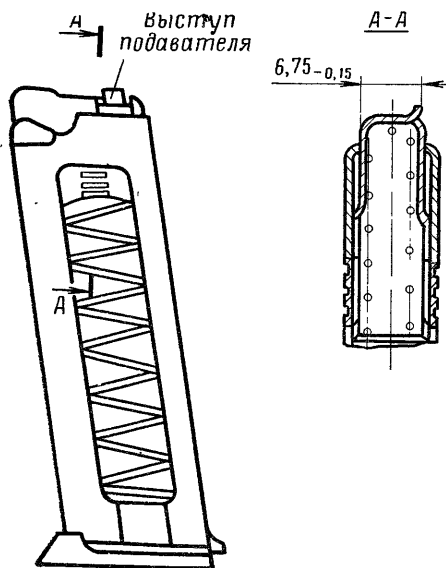

Рис. 38. Проверка выступа подавателя магазина
2.12. Если затвор не задерживается остановом, то отделить магазин и по рис. 38 проверить положение выступа на подавателе 18.